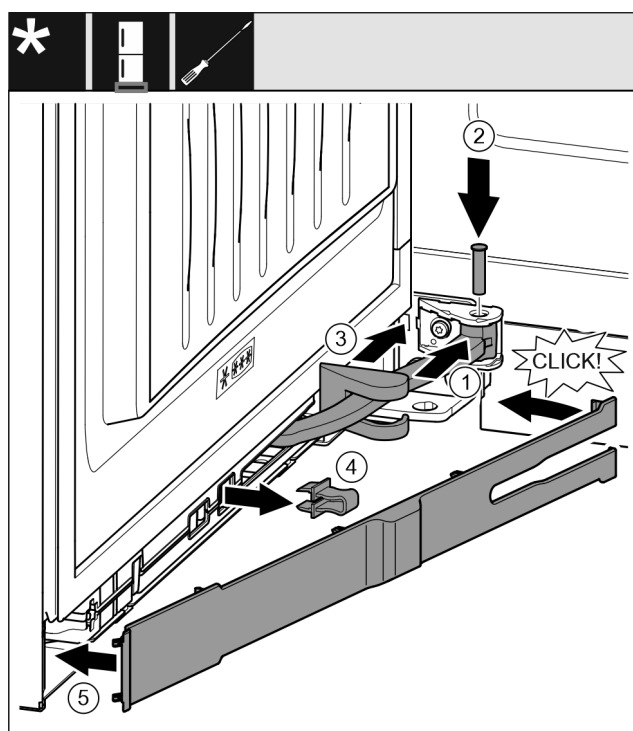

Fig. 63
- ▶ Rotiți articulația Fig. 63 (1) în sistemul de suspendare.
- ▶ Introduceți cu o șurubelniță bolțul Fig. 63 (2) în sistemul de suspendare și articulație. Urmăriți ca respectiva camă de fixare să fie așezată corect în canelură.
- ▶ Împingeți capacul suportului de lagăr Fig. 63 (3) de-a lungul articulației și montați-l deasupra sistemului de suspendare.
- ▶ Detașați siguranța Fig. 63 (4).
- ▶ Aplicați masca Fig. 63 (5) pe partea mânerului și rabatați în interior.